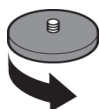

Fig.43
- 2- Quitar manualmente lado o filtros centrales o desenroscando el casquillo situado en la parte superior redondeada filtro dentro del tanque. (Fig.43)